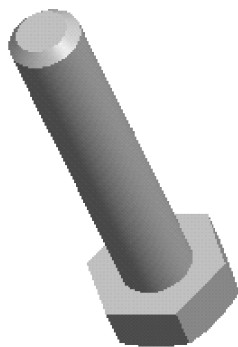

图 6-83 螺栓本体
(9) 单击【草绘器工具】工具栏中的【完成】按钮 ☒ 完成截面绘制,再单击控制区的【应用】按钮 ☒ ,完成旋转,生成的螺栓本体如图 6-83 所示。